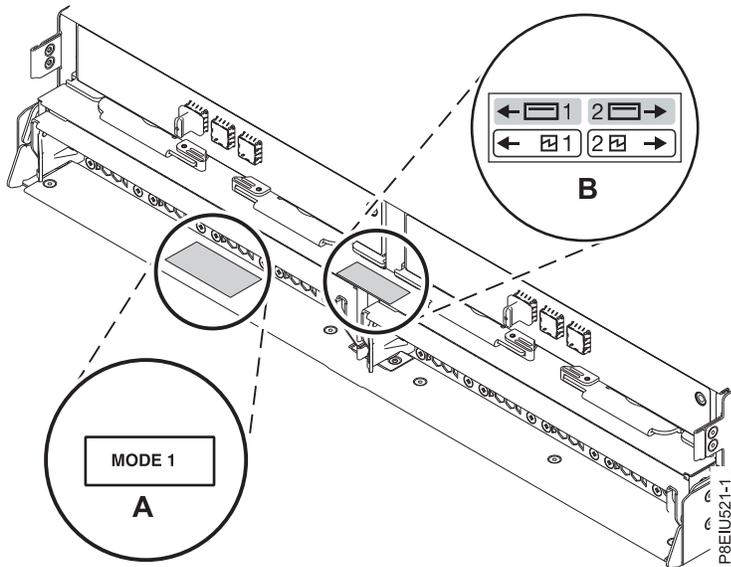

Figura 12. Ubicaciones de pegatinas de modalidad en la parte posterior del alojamiento de almacenamiento ESLL o ESLS
2. Confirme la modalidad establecida en fábrica para el alojamiento utilizando la información impresa en las pegatinas de la parte posterior del alojamiento. Las pegatinas están pegadas en la estantería inferior izquierda del chasis (**A**) y el soporte central entre los módulos del gestor de servicios de alojamiento (**B**). Las pegatinas indican si el alojamiento está establecido en modalidad 1, modalidad 2 o modalidad 4. Para obtener detalles, consulte la Figura 12 en la página 13.